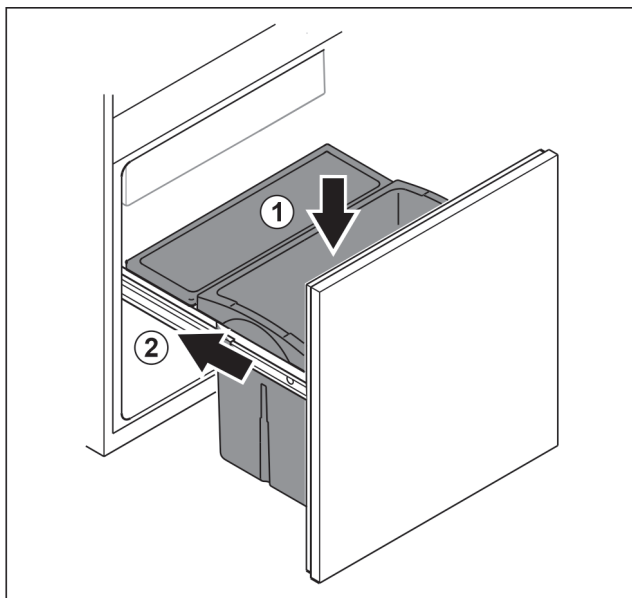

Fig. 106
- ▶ Vložte zásuvku zhora. Fig. 106 (1)
- ▶ Zasuňte vyťahovací vozík. Fig. 106 (2)